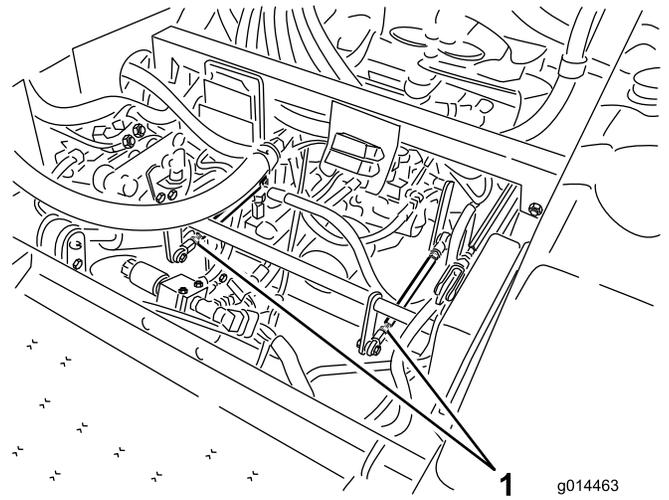

Bild 39
- Wenn sich der linke Hinterreifen dreht, lockern Sie die Klemmmuttern auf der linken Seite der Getriebeschaltstange (Bild 39).